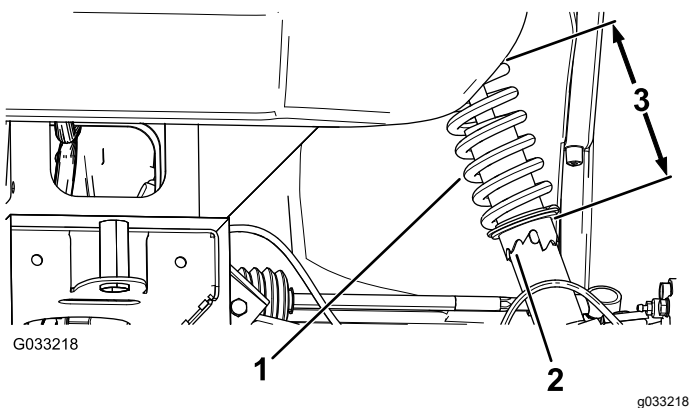

Figure 58
2. Si le carrossage des roues n'est pas correct, utilisez la clé à ergots pour tourner le collet sur l'amortisseur et orienter la roue correctement (Figure 58).